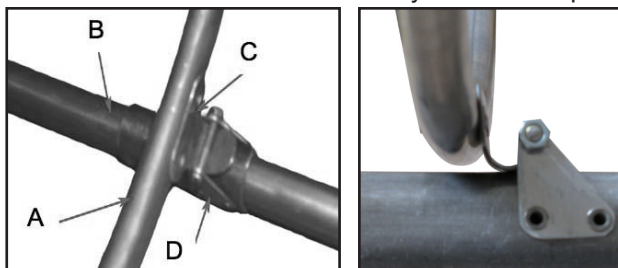

Рис. 3 Установка шпангоута №1.
4. Закрепить на носовом штевне шпангоут № 1 – см. рис. 3
**Внимание! Шпангоут крепится к кильсону посредством крючка, зацепляющегося за серьгу обязательно со стороны катета (см. рис. 3). Для этого крючок шпангоута (С) цепляется за серьгу кильсона (D).**
5. Соедините носовой мидель и шпангоут №1 (8). Для этого вставьте крючок миделя в скобку для крепления мидельвейса шпангоута. Совместите отверстия носового привальника и привальника (3). Защелкните соединение на кницу привальника, так чтобы штырь кницы вошел в отверстие на привальниках. Рис 4.
**Внимание!** Шпангоут крепится к кильсону посредством крючка, зацепляющегося за серьгу обязательно со стороны катета (см. рис. 3 и рис 8).
15. Соединить замковые привальники (4) и привальники (3). В месте стыковки будет перехлест трубок. **Так и должно быть.** Рис 9.